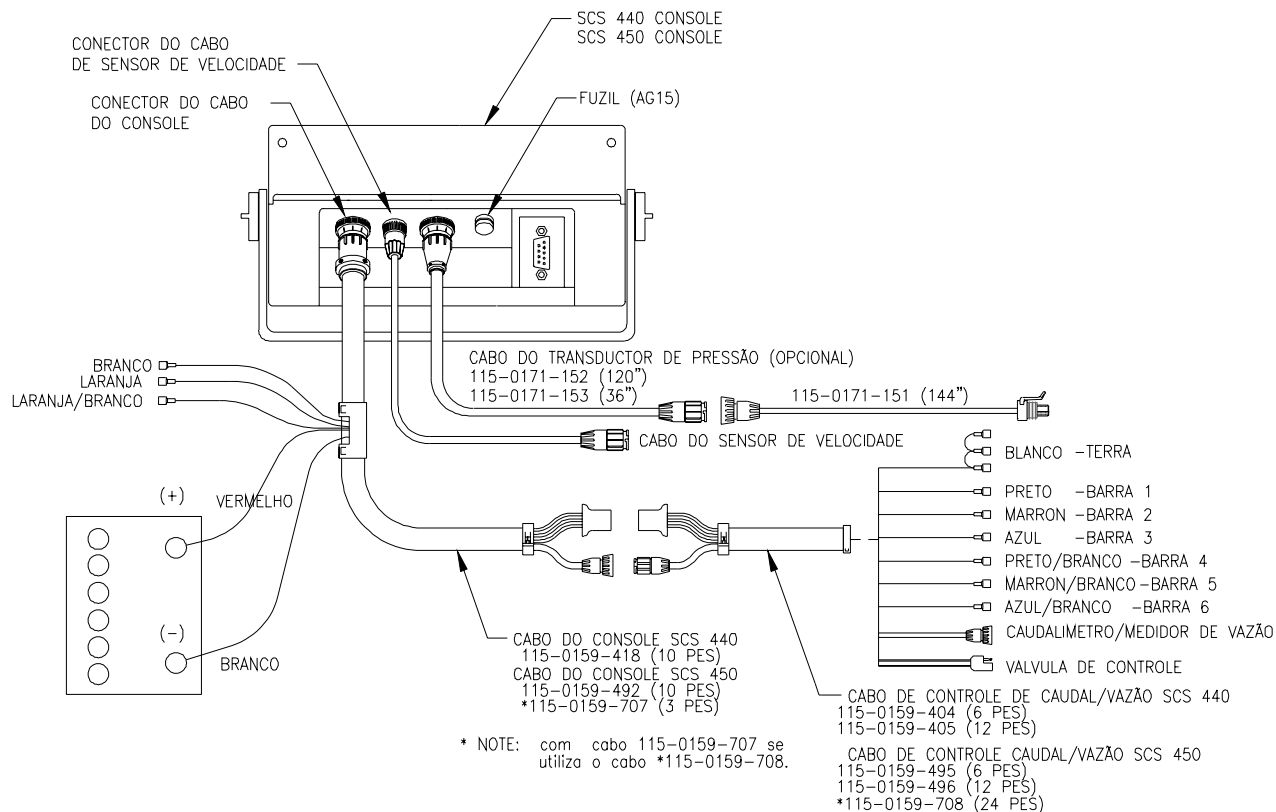

FIGURE 5
- 2) Conecte o cabo de controle do console (computador) no conector na parte posterior do console (computador). (veja FIG.5). Leve o cabo de controle para fora da cabine e conecte com o cabo de controle de vazão. Cabos de extensão estão disponíveis nas revendas.